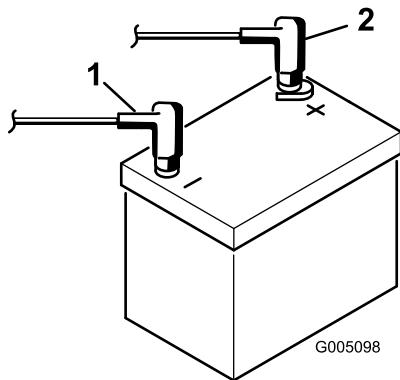

図 4
- 赤いケーブルをバッテリーの端子に、黒いケーブルはバッテリーの端子にはめ、ボルトとナットで固定する 図4。プラス端子が電極に十分にはまり込んでいること、ケーブルの配線に無理がないことを確認する。ケーブルとバッテリーカバーを接触させないこと。